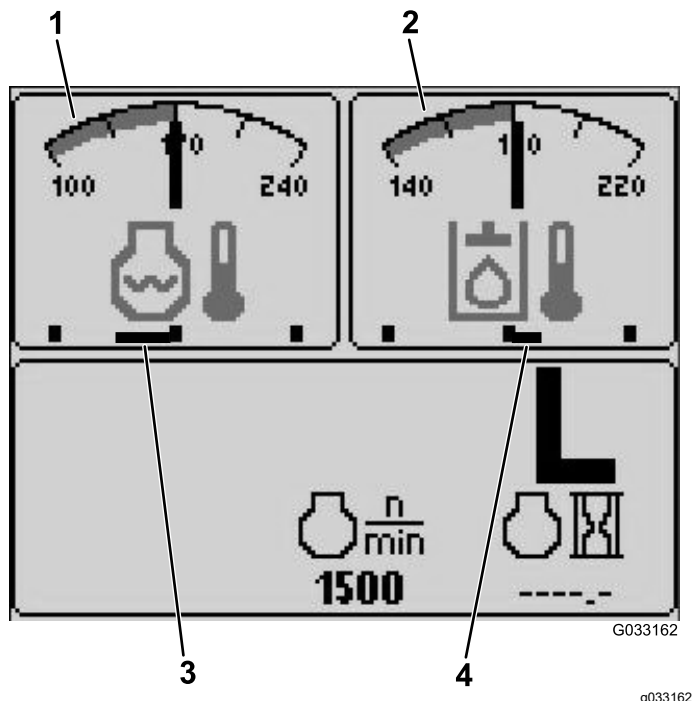

図 5
- 油圧オイル温度とファン作動表示 — 右上画面 (図 5)
- エンジン冷却液温度とファン作動表示 — 左上画面 (図 5)
注 たとえば 図 5、エンジン冷却液ファンが 50% の速度で逆転中。
ファンの回転方向はエンジン冷却液温度画面と油圧オイル温度画面にも表示されます。バーが中央よりも右側にあるのは、ファンが前転していることを表します。バーが中央よりも左側にあるのは、ファンが逆転していることを表します **図 5**。
油圧オイルの温度とオイル冷却ファンの作動状態を表示します **図 5**。
エンジン冷却液の温度とその冷却ファンの作動状態を表示します **図 5**。